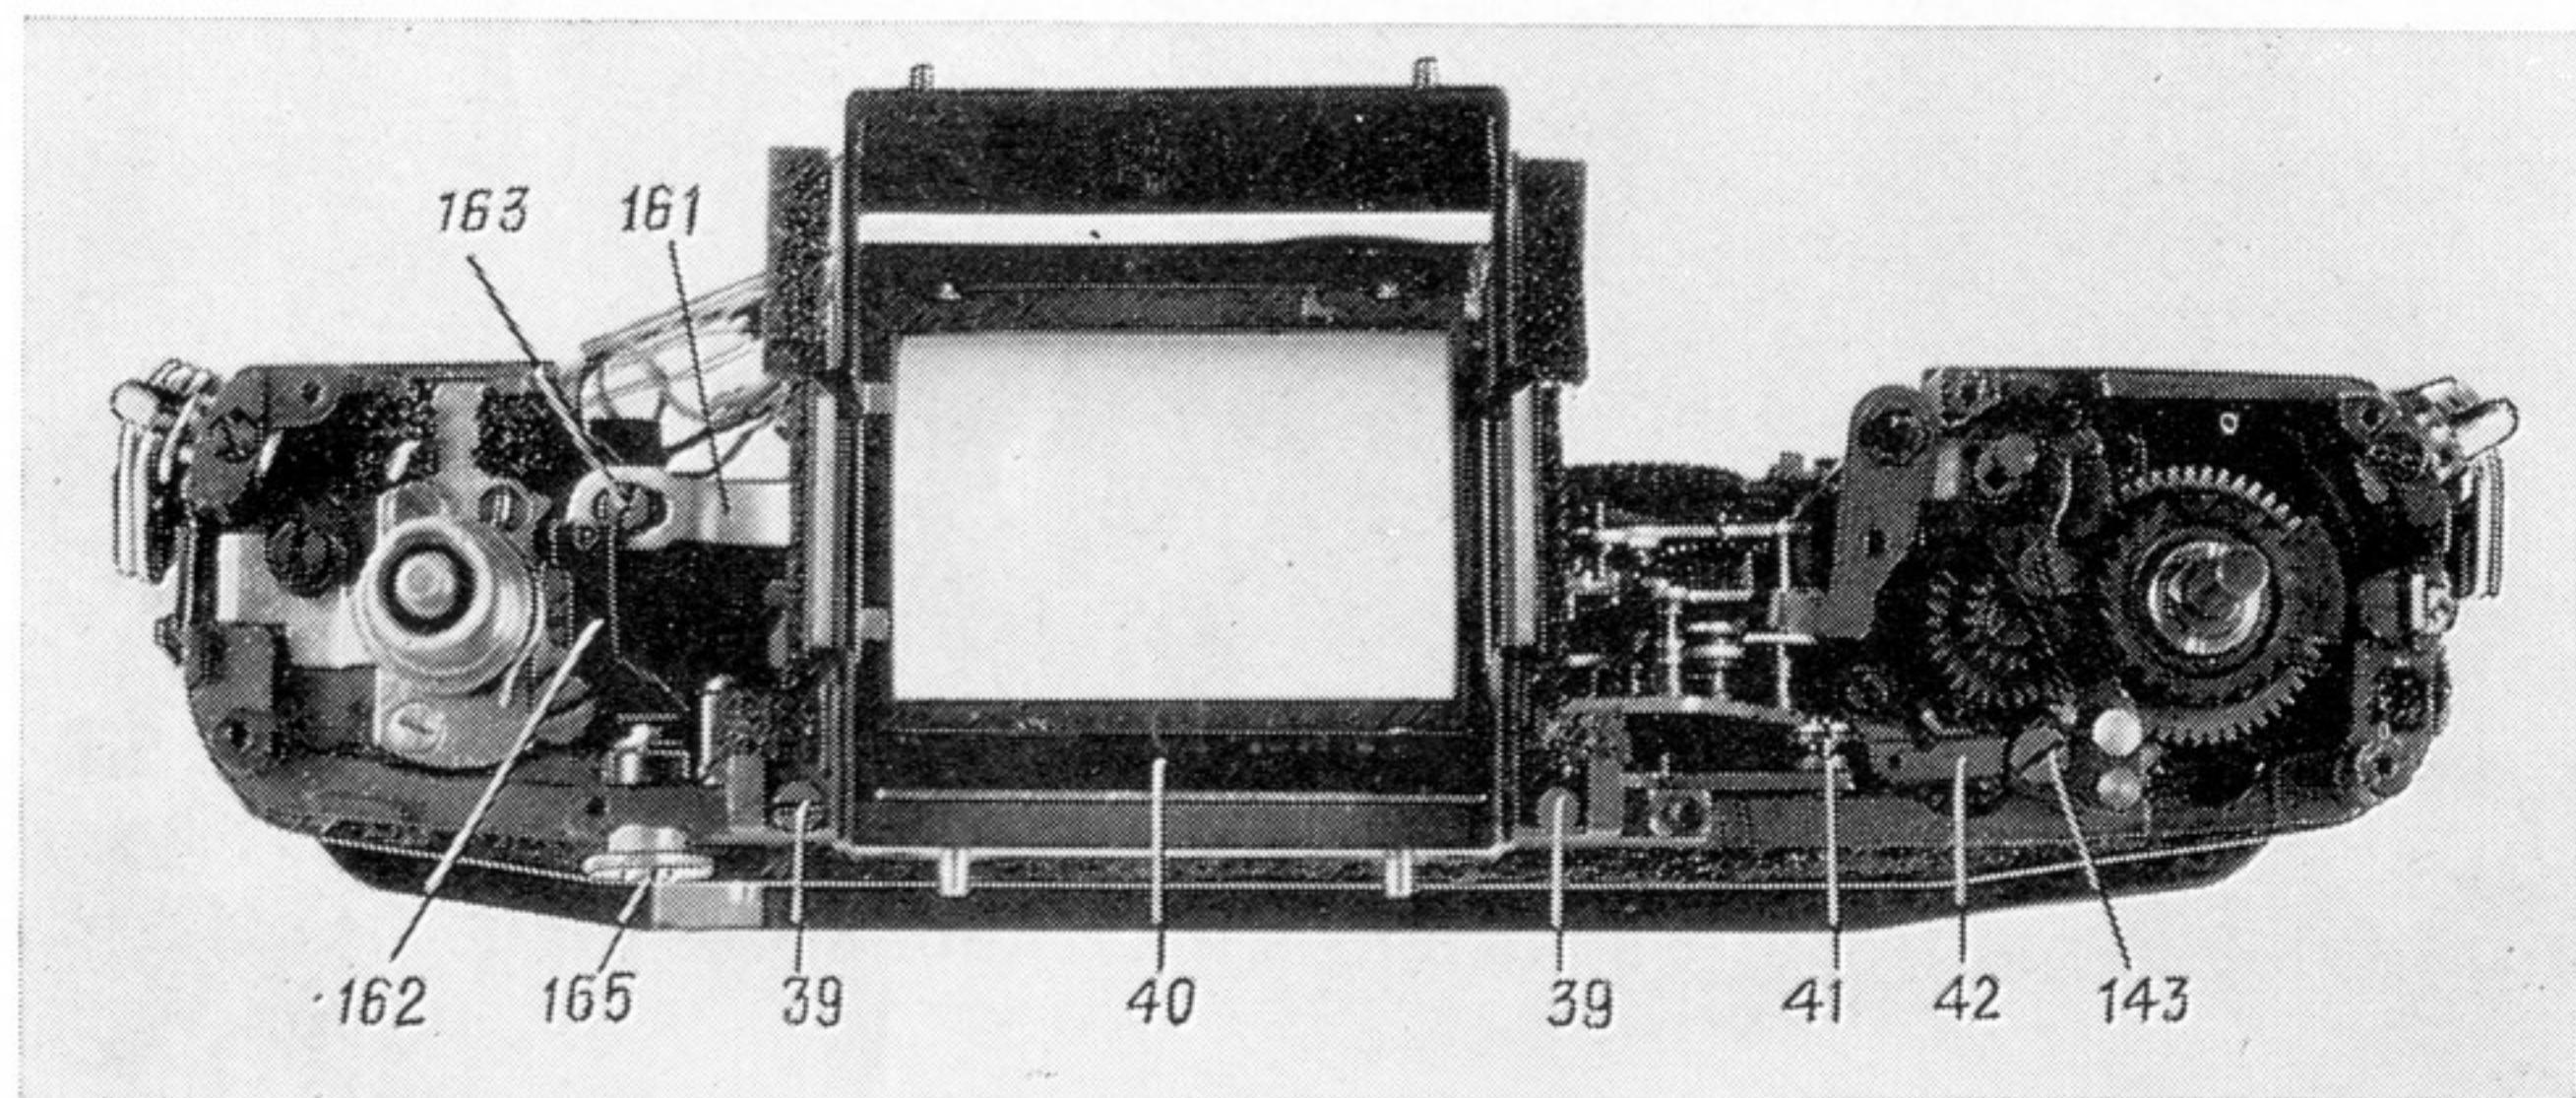

Рис. 9
4.15. Отверните четыре винта 39 (см. рис. 9), крепящие механизм 40 зеркала, и снимите его с корпуса фотоаппарата вместе с шайбами, проложенными между корпусом фотоаппарата и корпусом механизма зеркала.